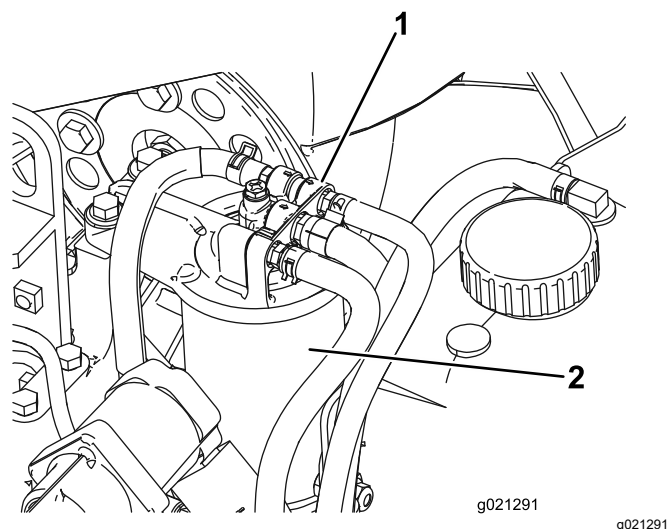

Figura 93
1. Limpie la zona alrededor del cabezal del filtro de combustible (Figura 93).
2. Retire el filtro y limpie la superficie de montaje del cabezal del filtro (Figura 93).